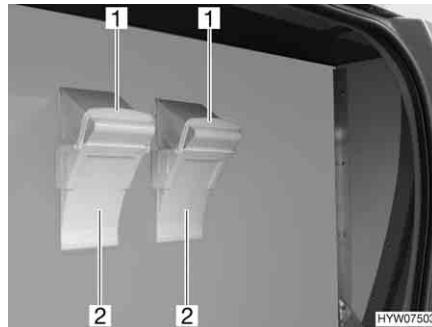

Fig. 11 Cunei d'arresto
- Ruotare verso il basso la staffa di supporto (Fig. 11,1).
- Estrarre il cuneo d'arresto (Fig. 11,2) dal supporto.